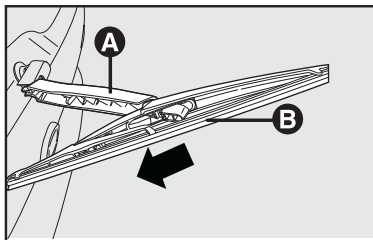

fig. 26
Sustitución de la escobilla del limpialuneta - fig. 26
- 1) Levante el brazo **A**-fig. 26 del limpialuneta y colóquelo en la posición indicada en la figura.